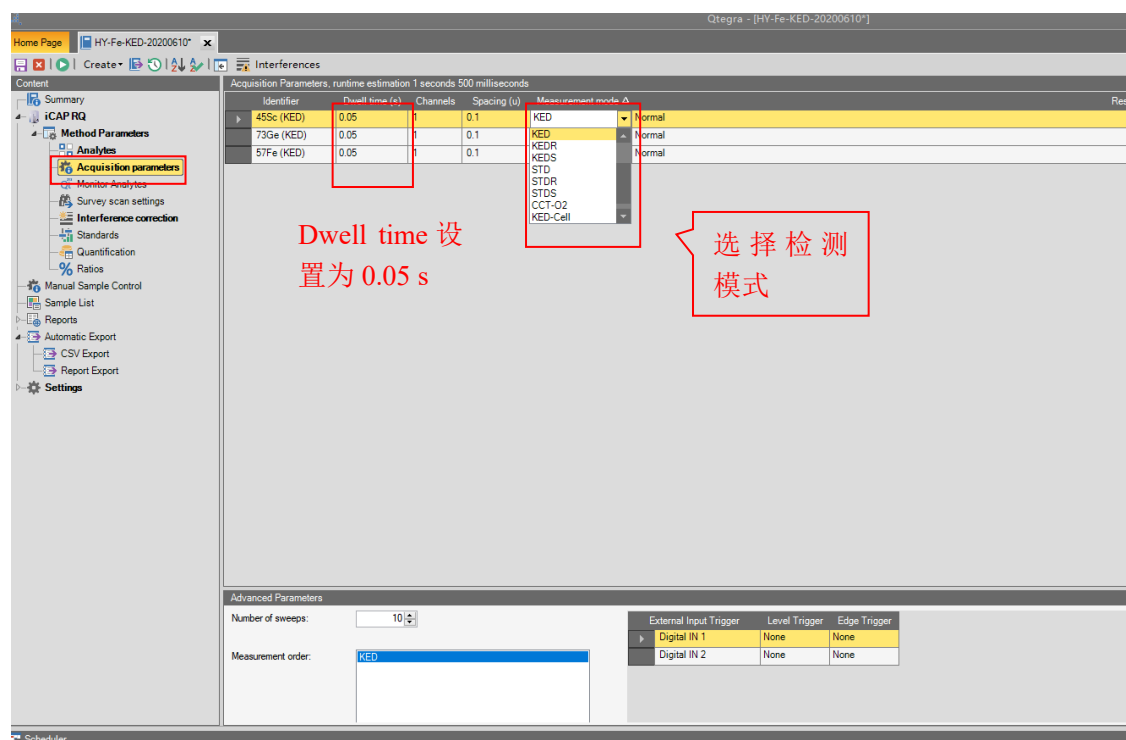

图6-7 Acquisition parameters设置
b) Acquisition parameters: 如图6-7所示设置信号采集参数, Dwell times设置为 0.05 s, Measurement mode 下拉栏中选择检测模式。注意: 此处选择的检测模式应该与Instrument Control中保持一致。